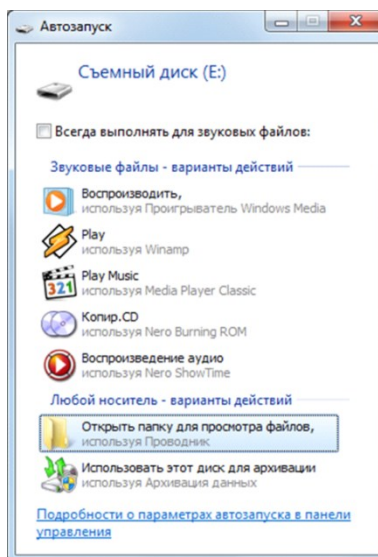

Рис. 9.2. Окно *Автозапуск*
3. Нажмите и удерживайте тампер контроллера, после чего нажмите и отпустите кнопку рестарта Reset (см. Приложение 3). В результате контроллер перезапустится в режиме накопителя данных (Mass Storage) и будет представлен в компьютере как съемный диск. В области уведомлений ОС Windows (в правом нижнем углу экрана) появится значок съемного устройства, и откроется окно *Автозапуск* (рис. 9.2). После этого тампер можно отпустить.